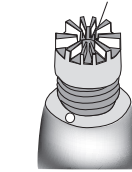

FIG. 1
- Para los sistemas Titan 3 o Titan T, enrosque el ángulo sobre el adaptador de motor a ángulo (FIG. 1), Star Titan 3 Parte #264073 o Titan T Parte #263970, a mano. Apoye completamente.